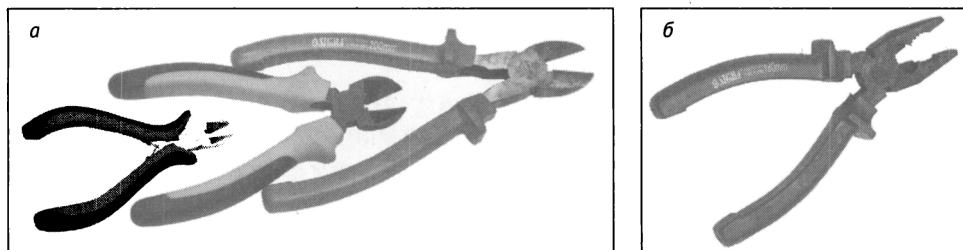

Рис. 14.1. Ручной инструмент:
- ♦ бокорезы (**рис. 14.1, а**);
- ♦ пассатижи (**рис. 14.1, б**);